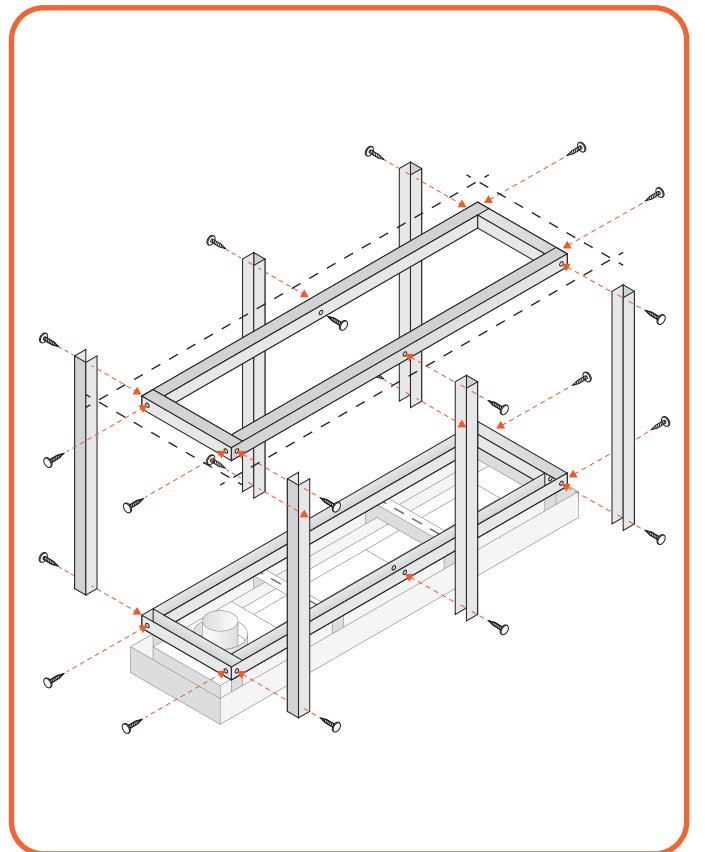
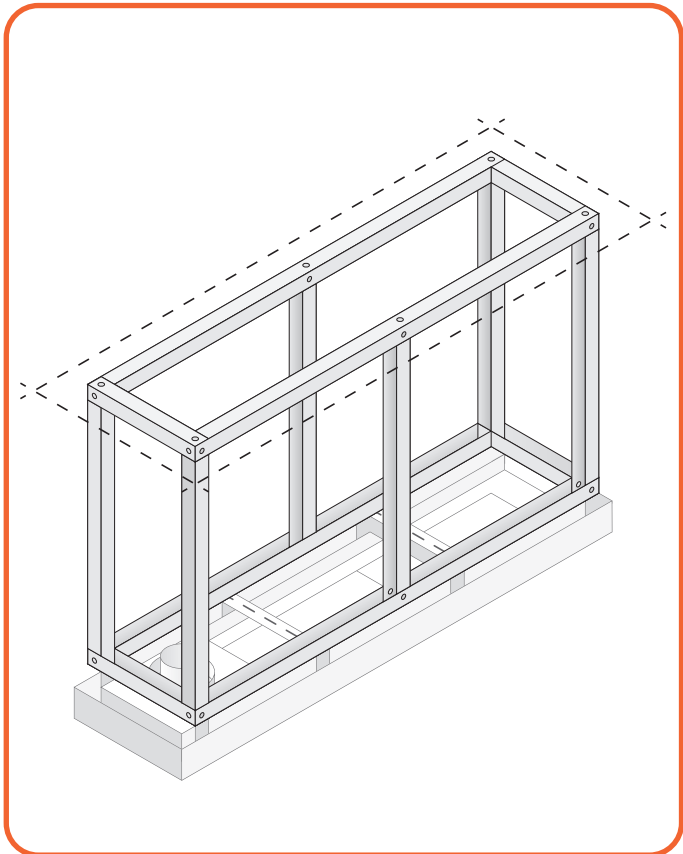

Abb. 6.13 Setzen Sie vertikale Streben zwischen die ausgerichteten Rahmen
Abb. 6.14 Kompletter Rahmen ohne Seitenverstreibungen
- Platzieren Sie anschliessend die senkrechten Streben, welche den oberen und unteren Rahmen halten (Abbildung 6.13 und Abbildung 6.14)